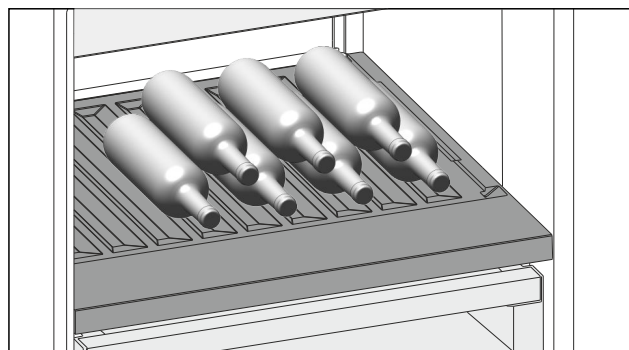

Fig. 193 Примерное изображение
- ▶ Бутылки укладывают дном к задней стенке. (см. Fig. 193)